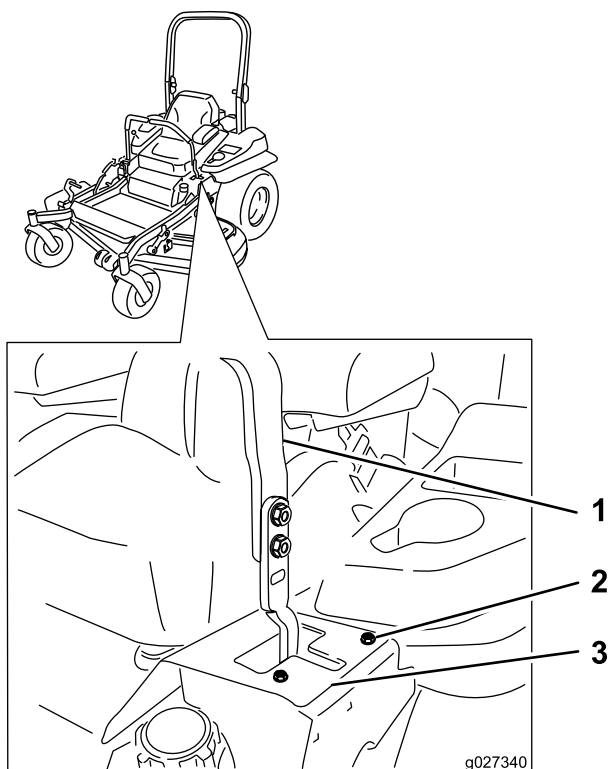

Figura 66
para a ranhura em T esquerda até a máquina ficar a direito (**Figura 66**).
7. Se a máquina virar para a esquerda, desaperte os parafusos e ajuste a placa do batente direito para a ranhura em T direita até a máquina ficar a direito (**Figura 66**).
8. Aperte a placa do batente (**Figura 66**).